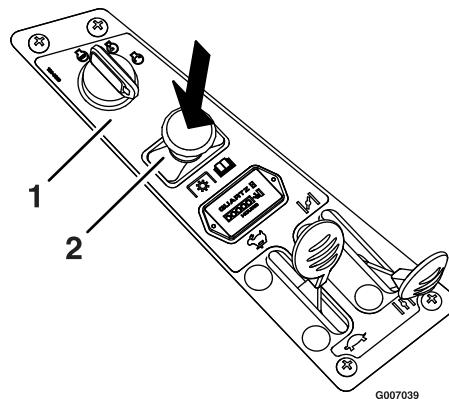

Figura 13
Portate l'acceleratore in posizione centrale. Per disinnestare le lame spostate il relativo comando in posizione Off (Figura 13).
2. Disinserite le lame spostando il comando delle lame in posizione Off (Figura 13).